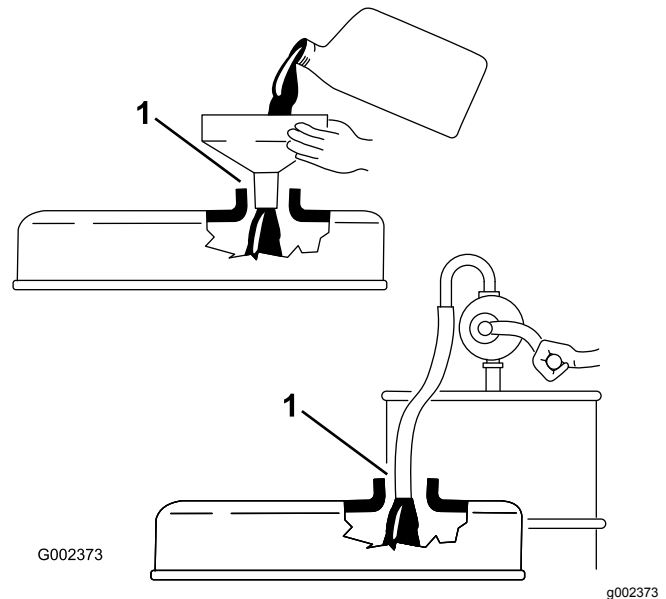

Figura 36
**Importante:** Ao adicionar óleo ou ao proceder ao enchimento, tem de existir uma folga entre o dispositivo de enchimento e o orifício da tampa de válvulas como indicado na Figura 36. Esta folga é necessária para permitir a ventilação durante o enchimento, o que evita que o óleo passe para o respiro.